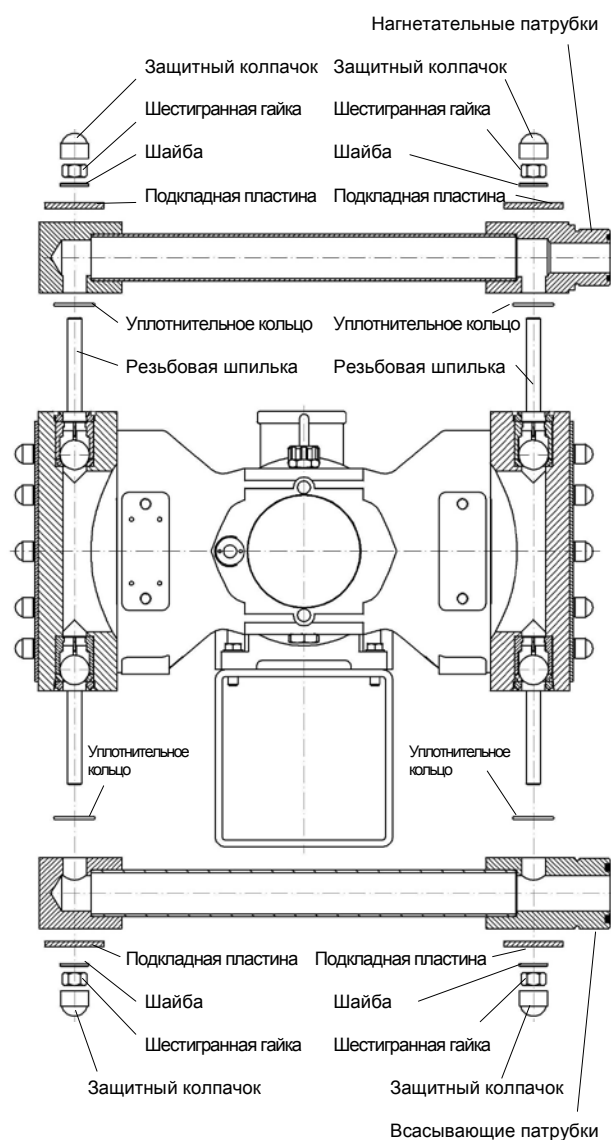

Рис. 32
- Установить всасывающий и напорный патрубки, используя новые уплотнительные кольца круглого сечения (см. рис. 32)
- Демонтировать всасывающий и напорный патрубки (см. главу 10.4.2, рис. 32)